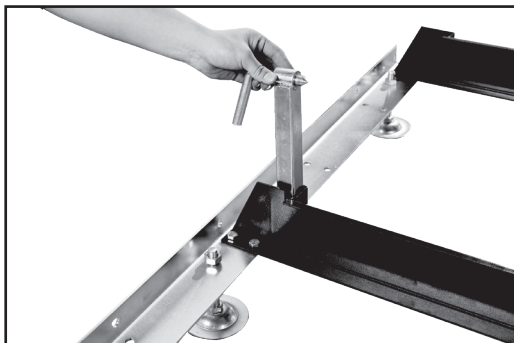
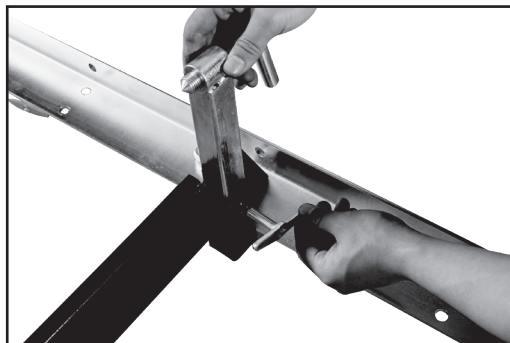

Fig. 8
Fig. 9
Étape 8 : Installez les butées de grume et vérifiez la disposition, figures 8 et 9. Placez les deux butées de grume dans les tubes de réception sur les supports de grume centraux (fig. 8) et fixez-les solidement à l'aide d'un boulon à oreilles (fig. 9). Vérifiez que vos rails sont bien situés par rapport à la direction de coupe de la lame, à la direction de coupe du chariot et à la zone de décharge de la goulotte à sciure, comme indiqué précédemment à la fig. 10. Corrigez tout écart trouvé.